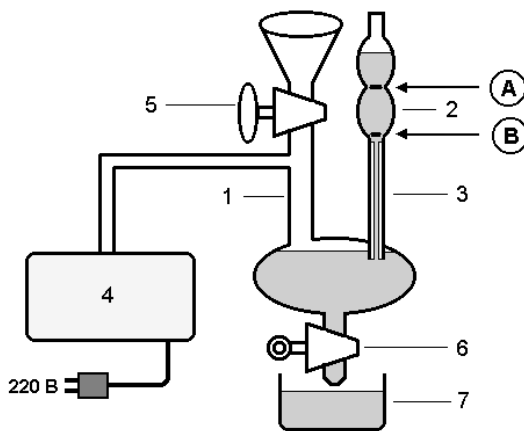

Рис.1
дини у резервуарі можна змінити мікрокомпресором (4). Систему від'єднують від атмосфери краном (5), а кран (6) слугує для зливу рідини у посудину (7) (рис. 1).